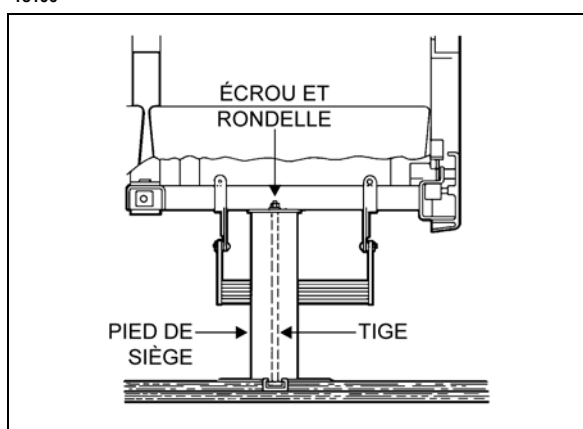

FIGURE 79: SOCLE DE SIÈGE
5. Retirer les deux écrous et les deux rondelles qui fixent le châssis de siège aux tiges du socle. Voir la Figure 79.